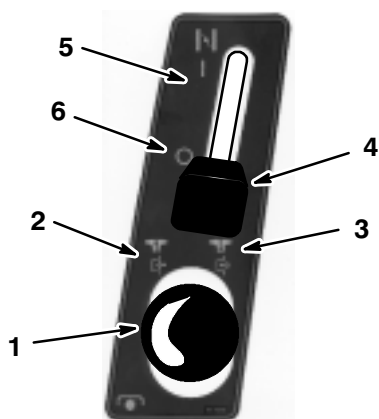
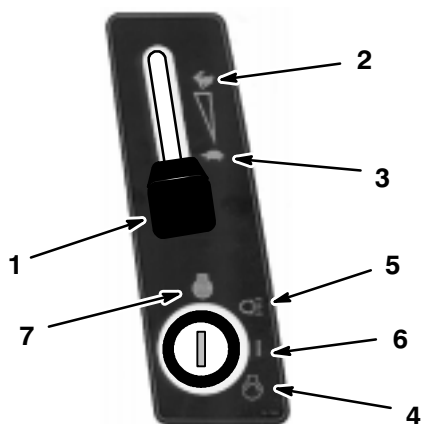

Abbildung 9
Abbildung 10
4. Darauf achten, dass das Mähwerk ausgekuppelt ist (Abb. 9).
5. Beim Start eines kalten Motors den Chokehebel auf Position “ON” stellen (Abb. 9).
6. Den Gashebel auf Position “SLOW” stellen (Abb. 10)
7. Den Zündschlüssel im Uhrzeigersinn drehen und in Position “START” halten (Abb. 10). Wenn der Motor anspringt, den Schlüssel loslassen.
8. Wenn der Motor angesprungen ist, langsam den Chokehebel auf OFF (Abb. 9) und den Gashebel auf FAST (Abb. 10) stellen.
- Den Gashebel auf "SLOW" (langsam) stellen (Abb. 10).
- Den Zündschlüssel auf "OFF" drehen (Abb. 10).